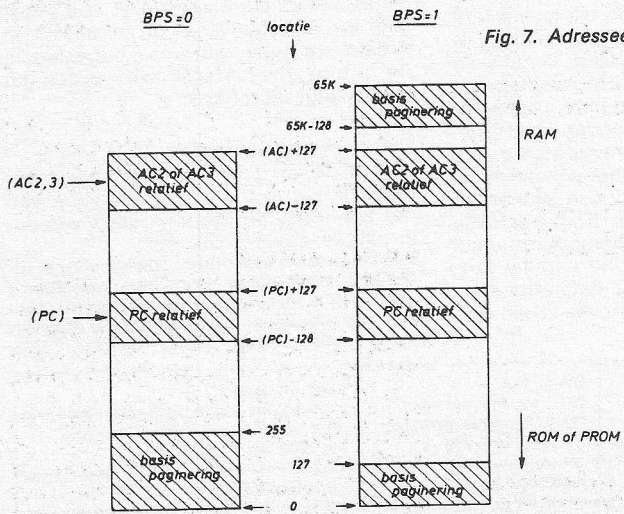

Fig. 7. Adresseermogelijkheden.
In het veld (Z) staat nu een getal met teken. De grootte is max. 128. Bit 8 is het teken. Dit getal wordt bij de inhoud van de PC opgeteld. De plaatsen, die men nu direct kan adresseren, zijn van -127...+128 plaatsen van het momentele adres verwijderd (fig. 7).
AC2 is in dit geval het index register. De inhoud van het veld (Z) wordt bij de inhoud van AC2 opgeteld. De plaatsen, die men direct kan adresseren, zijn van -127...+128 plaatsen van de inhoud van AC2 verwijderd (fig. 7).
Hiervoor geldt hetzelfde als voor het voorgaande geval. AC3 is nu echter het index register (fig. 7).
Via deze ingang kan men de base page realiseren volgens fig. 7. Door het aanleggen van een laag niveau omvat de basis paginering de eerste 256 locaties in het RAM. In het geval dat BPS = hoog wordt de base paginering gesplitst in 2×128 locaties en wel 128 locaties in het RAM en 128 in het ROM, fig. 7. Onder sturing van het programma kan men de basis paginering uitbreiden tot 384 woorden door een gebruikers-flag, bijv. pen 19, te verbinden met de BPS ingang, pen 28.